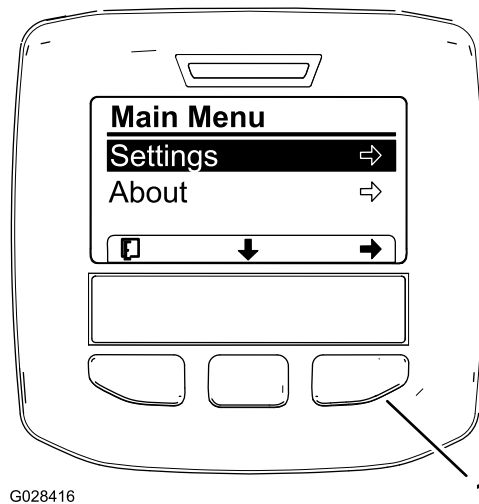

Figura 62
3. Premete il pulsante di selezione centrale per accedere al menu Principale (Figura 62).
5. Premete il pulsante di selezione sinistro per salvare la /le vostra/e selezione/i, uscire dal menu Impostazioni e tornare al menu Principale (Figura 62).
9. Premete il pulsante di selezione sinistro per uscire dal menu Impostazioni e tornare al menu Principale (Figura 62 e Figura 64).